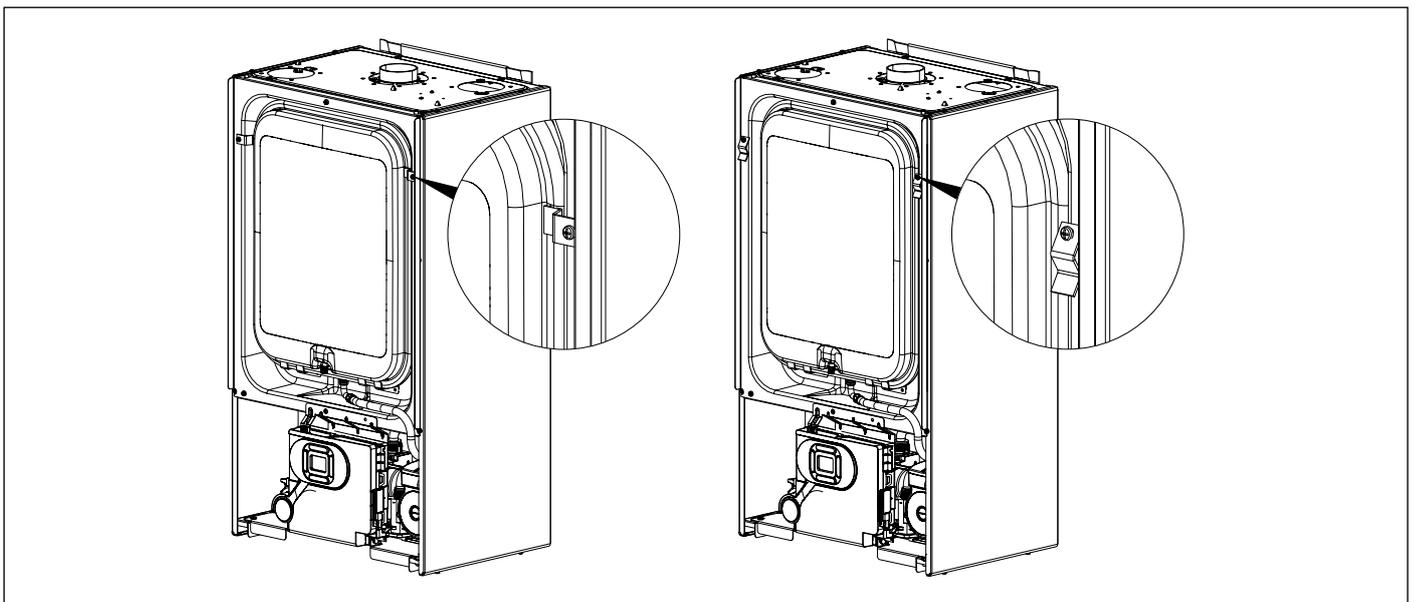
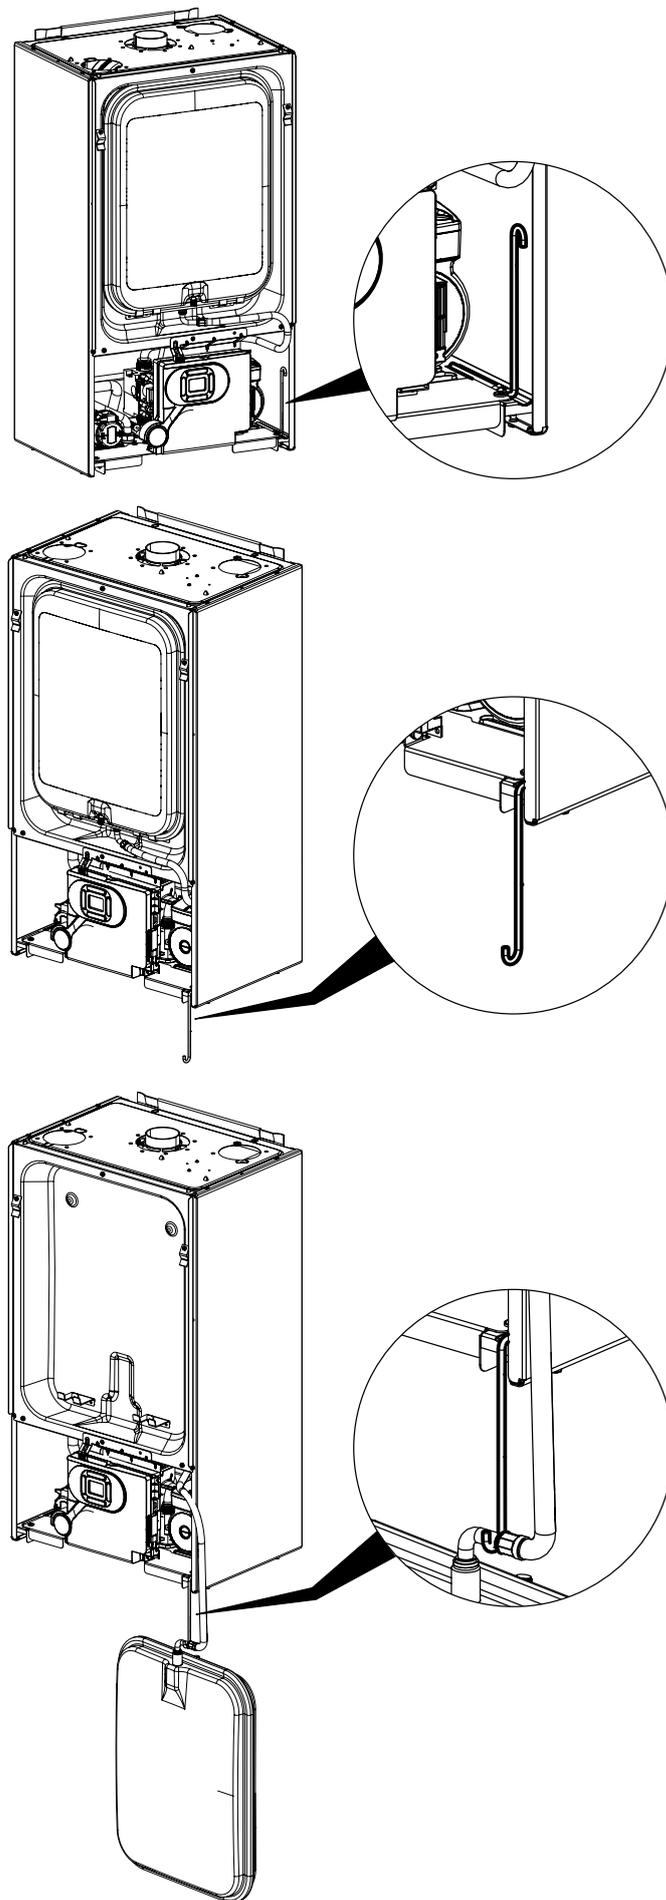
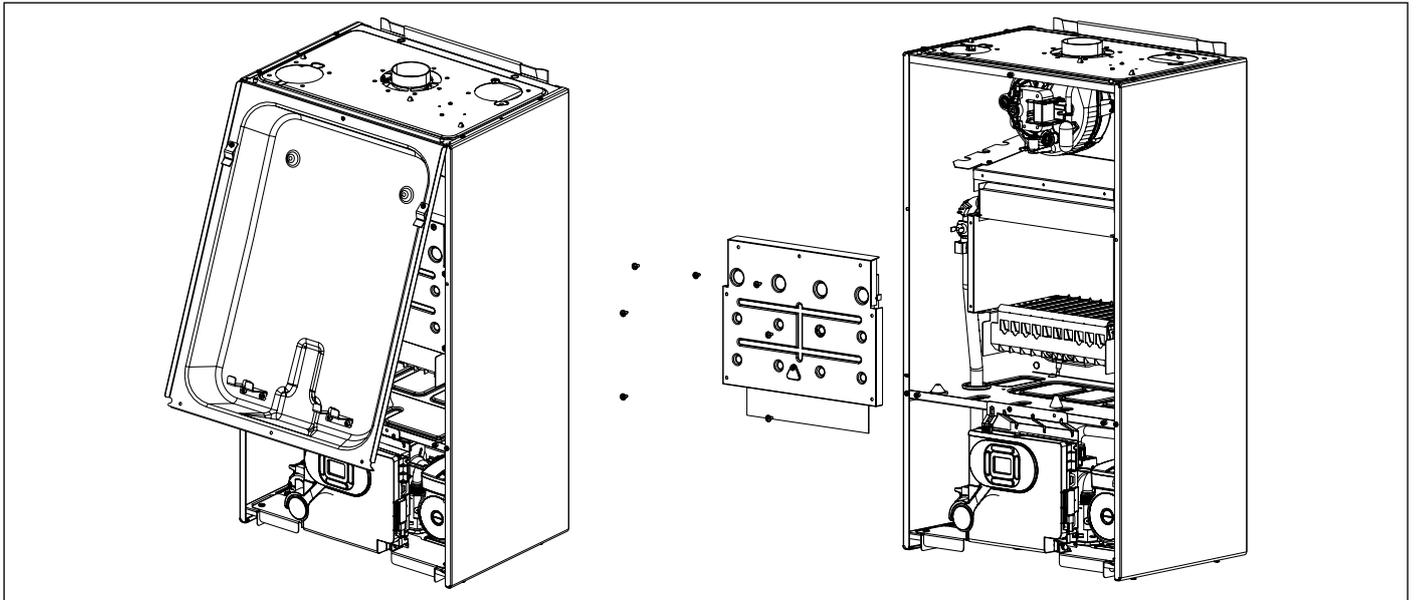

Fig. 24 Démontage brides blocage vase d'expansion
Fig. 25 Bride porte vase d'expansion
Fig. 26 Démontage chambre de combustion
- Enlever le panneau frontal de la chambre de combustion en déplaçant le vase d'expansion (voir Fig. 24 Démontage brides blocage vase d'expansion; Fig. 25 Bride porte vase d'expansion e Fig. 26 Démontage chambre de combustion).
- Démontez la partie frontale de la chambre de combustion (voir Fig. 26 Démontage chambre de combustion).